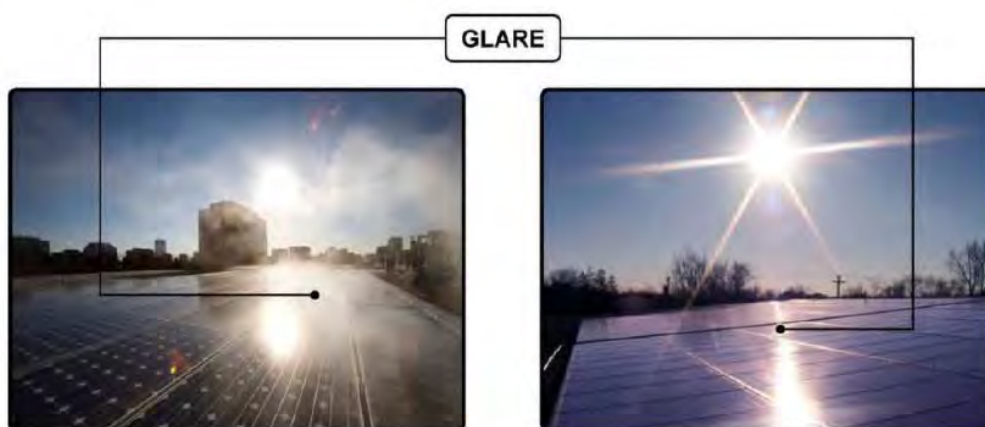

Figure 2
- Glare – een voortdurende bron van licht, als gevolg van diffuus licht. Het betreft niet de directe reflectie van de zon maar een reflectie van de verlichting in de lucht rondom de zon. Glare is aanzienlijk minder intens dan Glint. (Figure 2).